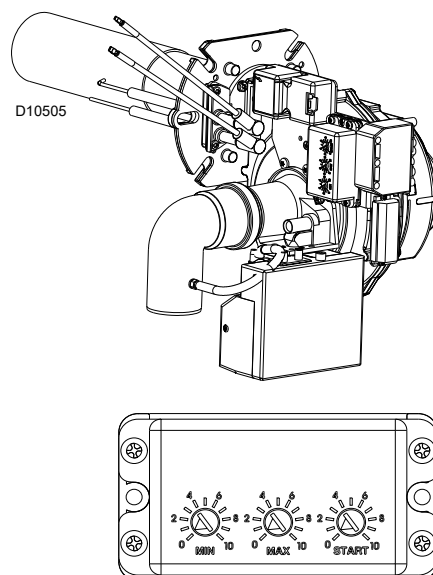

Fig. 14
- Verificare le impostazioni dei trimmers posti sull'apparecchiatura (Fig. 14).
La rampa gas proporzionale, in funzione della pressione rilevata nel circuito di ventilazione, eroga la corretta quantità di combustibile. Quindi, attraverso la variazione della velocità di rotazione del motore avviene la regolazione della potenza erogata. La velocità del motore si può regolare agendo su tre "Trimmers" (Fig. 14).
La **potenza massima** dovrà corrispondere a quella richiesta dalla caldaia utilizzata. Per aumentare o diminuire il suo valore agire sul trimmer MAX posto sull'apparecchiatura (Fig. 14).
La **potenza minima** dovrà corrispondere a quella richiesta dalla caldaia utilizzata. Per aumentare o diminuire il suo valore agire sul trimmer MIN posto sull'apparecchiatura (Fig. 14).
La **potenza di accensione** può essere variata agendo sul trimmer START posto sull'apparecchiatura (Fig. 14).